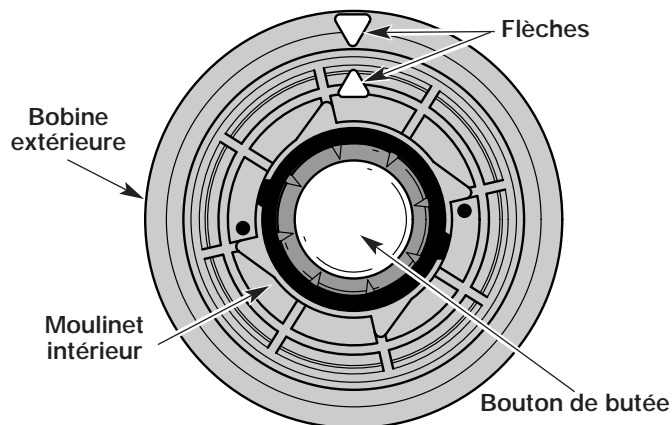

Fig. 41
2. Alignez la flèche du moulinet intérieur avec celle de la bobine extérieure (Fig. 41).